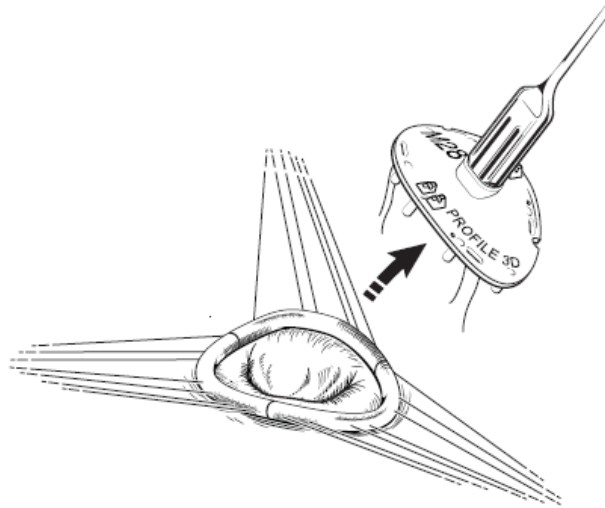

Figura 8
2. Utilice un bisturí para cortar las suturas de retención del soporte en las áreas indicadas (Figura 8).